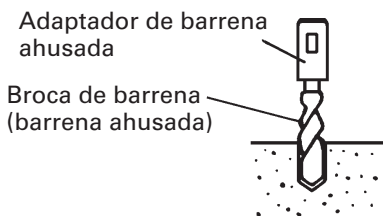
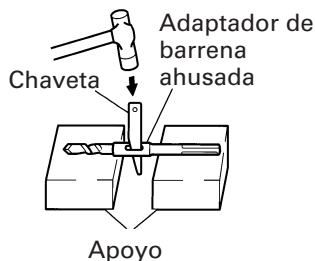

Fig. 12
Fig. 13
- (1) Instale la broca con la barrena ahusada en el adaptador de barrena ahusada. (Fig. 12)
- (2) Ponga en ON el interruptor de alimentación y perforo un agujero de base.
- (3) Después de eliminar el polvo con una jeringa, fije la clavija en la extremidad del anclaje e introduzca el anclaje con un martillo de mano.
- (4) Para sacar la broca con la barrena ahusada introduzca una claveta en la ranura del adaptador de barrena ahusada, ponga apoyos debajo del martillo perforador y golpee la claveta con un martillo de mano. (Fig. 13)